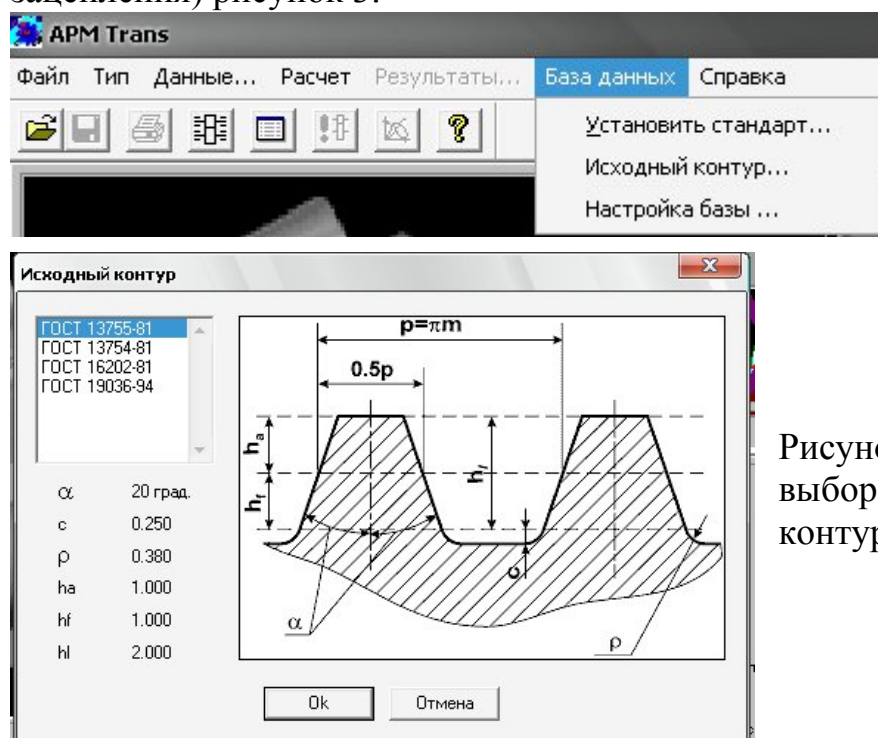

Рисунок 3 – Меню для выбора ГОСТ и исходного контура
3. Установить стандарт – ГОСТ (меню «База данных» / «Установить стандарт») рисунок 3.
4. Проверить установку параметров исходного контура (по умолчанию в меню «База данных» / «Исходный контур» установлен ГОСТ 13755-81 –исходный контур зубчатых цилиндрических колес эвольвентного зацепления) рисунок 3.